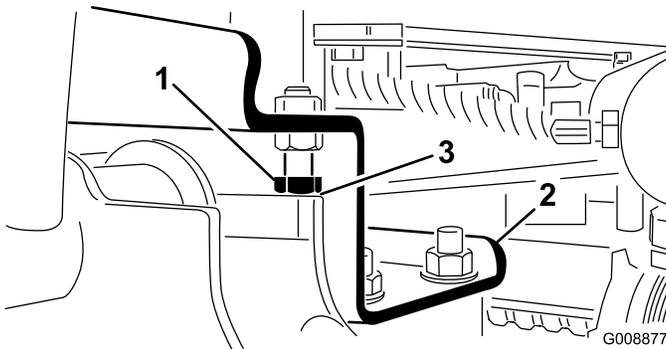

Figura 9
- A. Allentate i bulloni di arresto (Figura 9).
2. Verificate che il gioco tra ciascun braccio di sollevamento e il bullone di arresto sia di 0,13 a 1,02 mm (Figura 9). Se il gioco non rientra in questo campo, regolate il gioco dei bulloni di arresto.